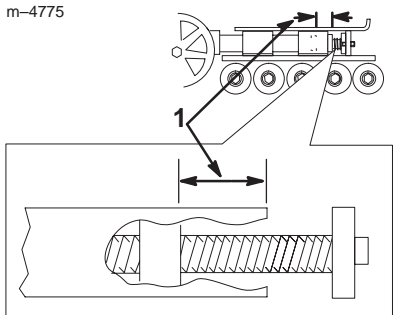

Figure 35
Contrôlez et réglez la tension des chenilles toutes les 100 heures de fonctionnement. L'écrou de tension et l'arrière du tube de tension doivent être distants de 7 cm (Fig. 35). Si ce n'est pas le cas, réglez la tension de la chaîne comme suit:
4. À l'aide d'une clé à douille de 1/2 pouce (Fig. 38), tournez la vis de tension dans le sens anti-horaire jusqu'à obtention d'un écart de 7 cm entre l'écrou de tension et l'arrière du tube de tension (Fig. 35).
11. Tournez la vis de tension dans le sens anti-horaire, de manière à obtenir un écartement de 7 cm entre l'écrou de tension et l'arrière du tube de fourche (Fig. 35).
17. Tournez la vis de tension dans le sens anti-horaire, de manière à obtenir un écartement de 7 cm entre l'écrou de tension et l'arrière du tube de tension (Fig. 35).